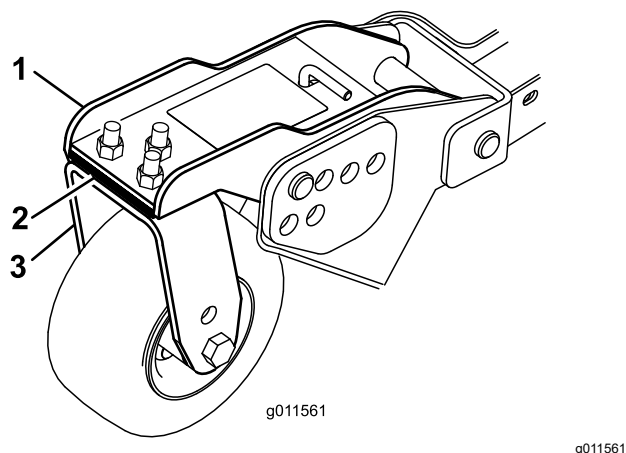

Figura 30
3. Regolate gli spessori (3 mm) sul braccio (o bracci) della ruota orientabile anteriore (o ruote) finché l'altezza di taglio non corrisponde al valore riportato sull'adesivo (Figura 30).
3. Se il bordo interno dell'apparato di taglio laterale è troppo alto rispetto al bordo esterno dell'apparato di taglio anteriore, togliete uno spessore dalla base del braccio della ruota orientabile anteriore interna dell'apparato di taglio laterale (Figura 30).